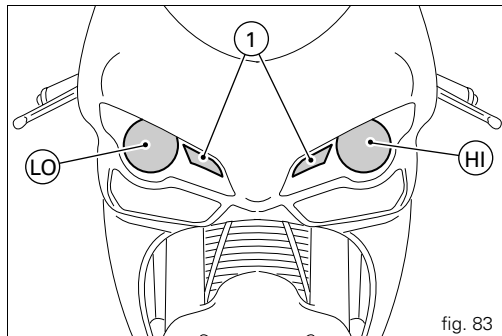

fig. 83
Avant de remplacer une ampoule grillée, s'assurer que la tension et la puissance de l'ampoule neuve correspondent aux valeurs indiquées dans le paragraphe « Circuit électrique » page 115. Toujours vérifier le fonctionnement de l'ampoule neuve avant de reposer les pièces déposées. La fig. 83 montre l'emplacement de l'ampoule du feu de croisement (LO), de route (HI) et de position (1).